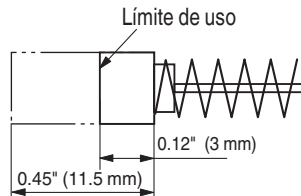

Fig. 13
- Inspección de las escobillas de carbón (Fig. 13)